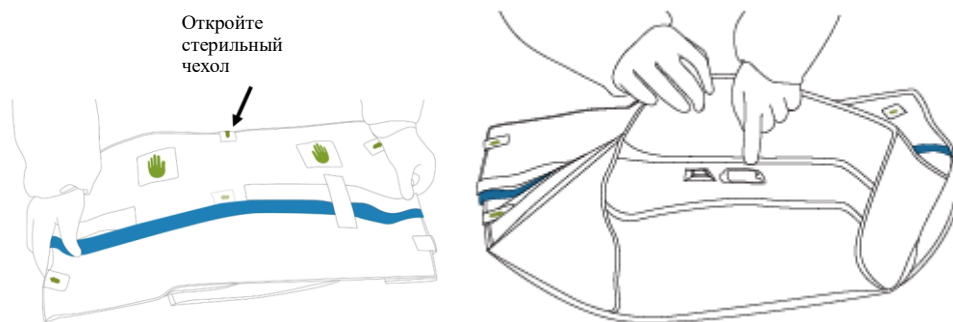

Рисунок 6.2. Раскрытие
2. Расположите чехол манипулятора инструментов на стерильном столе, чтобы отыскать и обнажить распорку интерфейса переходника для троакара (рис. 6.2).